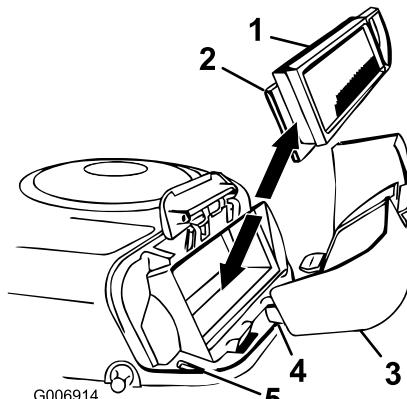

Figure 22
7. Sortez avec précaution les éléments en papier et en mousse du carter de ventilateur (Figure 22).
2. Placez les languettes du couvercle du filtre à air en face des fentes du carter de ventilateur (Figure 22).